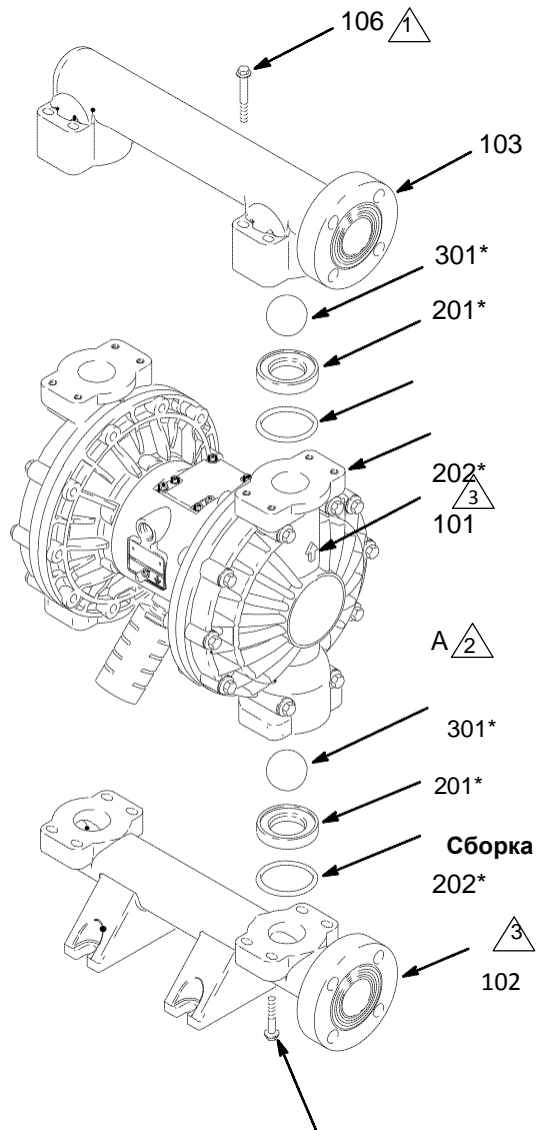

Рис. 11
3. С помощью торцевого ключа 10 мм раскрутите восемь болтов (106), которыми выпускной коллектор (103) крепится к крышкам для закрытия жидкости (101). См. Рис. 11.
4. Удалите гнезда (201), шары (301) и уплотнительные кольца (202) из коллектора.
2. Сборку осуществляйте в обратном порядке, следуя всем примечаниям Рис. 11. Проследите за тем, чтобы сборка шаровых затвором осуществлялась **в точности**, как показано на рисунке. Стрелки (A) на крышках для закрытия жидкости (101) **должны** указывать на выпускной коллектор (103).